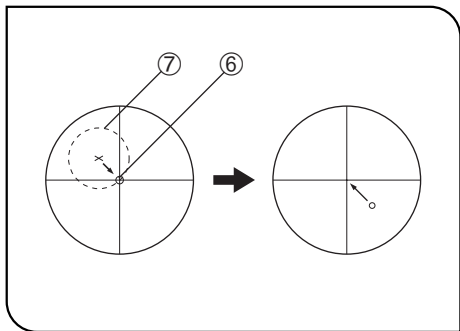

Fig. 21
9. Centrado de la platina giratoria (Figs. 21 y 22)